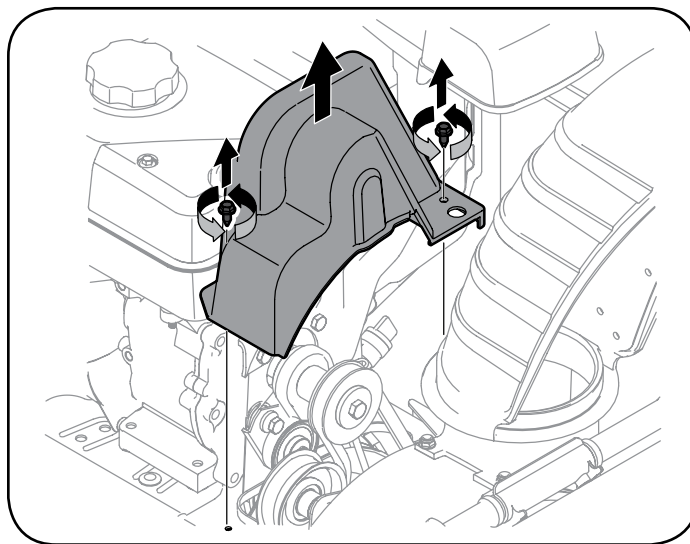

Figura 56
2. Saque la cubierta plástica de la correa ubicada en el frente del motor. Para ello saque los dos tornillos autorroscantes. Vea la Figura 56.